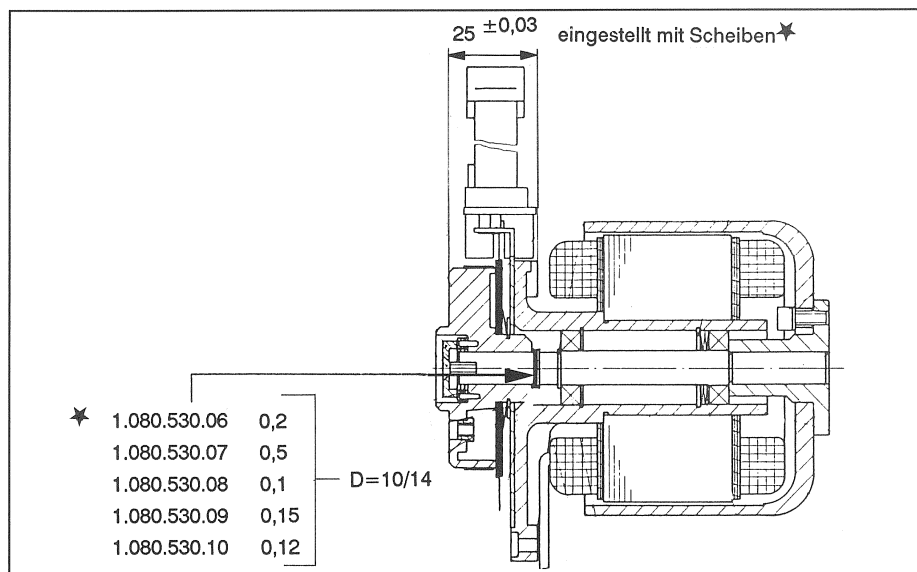

Fig. 3.4.27
- Die Bremsrollen werden auf 25mm Höhe über dem Laufwerkchassis eingestellt. (Gemessen ohne Distanzscheiben $D = 57,5 \times 0,6$ Distanzscheiben zur Höhereinstellung Siehe Fig. 3.4.27.